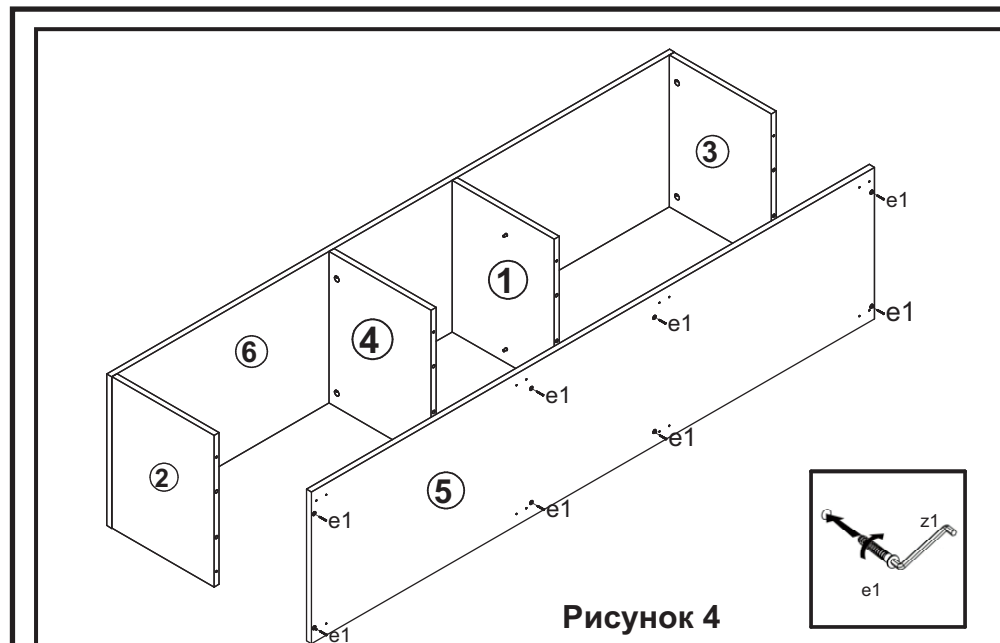

Рисунок 4
- Присоединить к деталям **2, 3, 1, 4** щит нижний **5** и затянуть конформаты **e1** пользуясь ключом **z1** (см. рис. 4).